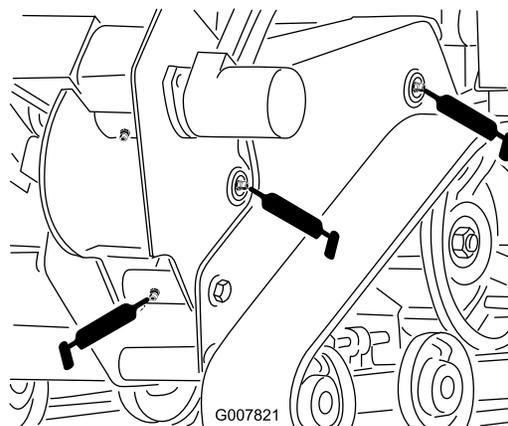
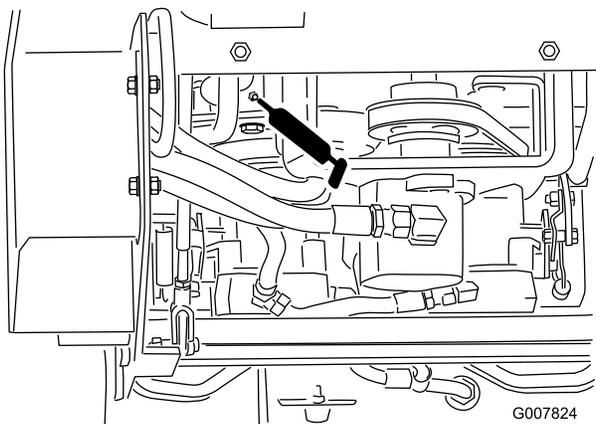

Рисунок 23
Рисунок 26
4. Присоедините к каждой масленке шприц для нагнетания консистентной смазки (Рисунок 23 ... Рисунок 26).